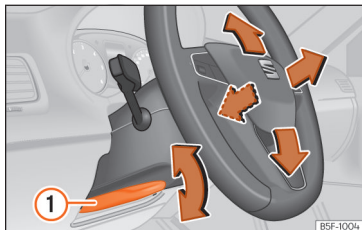

Abb. 24 Hebel auf der linken unteren Seite der Lenksäule.
- Lenkradposition einstellen: Ziehen Sie den Hebel » » » **Abb. 24** ① nach unten, bringen Sie das Lenkrad in die gewünschte Position und schieben Sie den Hebel wieder nach oben, bis er seine Verriegelungsposition erreicht.